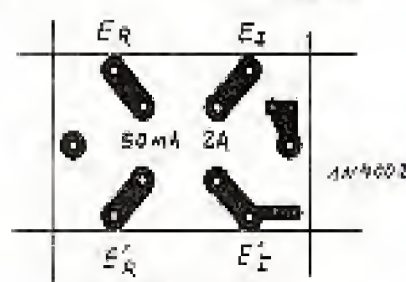

Fig. 18. - C.I. D.
**Le D :** figure 18. Simple face de 15/10 reçoit les fusibles et les diodes de protection de l'entrée E.